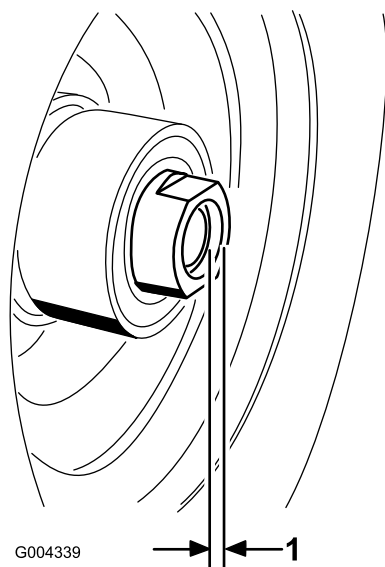

Figure 29
11. Si les deux écrous-entretoises ont été retirés, appliquez du frein-filet sur leur filetage. Vissez les écrous-entretoises sur l'essieu en les faisant dépasser de 3 mm au bout de l'essieu (Figure 29).
Attention à ne pas faire dépasser l'essieu de l'écrou (Figure 29).